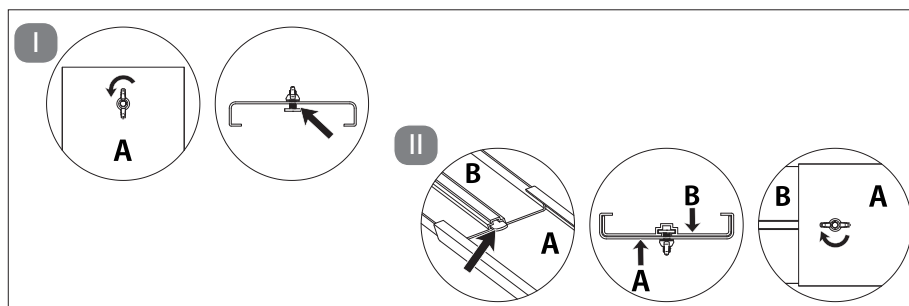

Fig. 14 – Adapte el tamaño del kit para ventanas
- ▶ Afloje la tuerca de mariposa hasta que quede espacio suficiente entre la parte A del kit para ventanas y la corredera (**ver fig. 14, paso I**).
- ▶ Inserte las dos partes del kit para ventanas A y B entre sí, de modo que la corredera encaje en la ranura de la parte B del kit para ventanas. Ajuste el kit para ventanas al tamaño deseado juntando o separando el kit y vuelva a apretar la tuerca de mariposa (**ver fig. 14, paso II**).